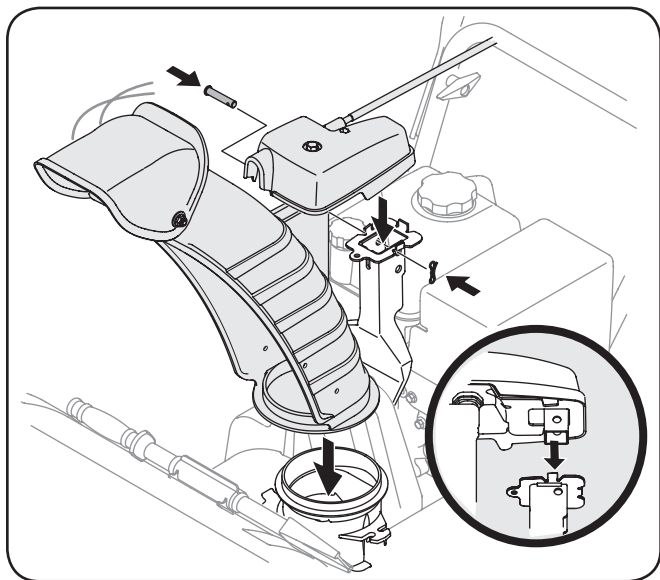

Figura 3-5
3. Lugar en la tolva de base y garantizar la varilla hexagonal está situado bajo el asa del panel. La cabeza seguro control del canal de soporte de soporte del canal con el pasador de horquilla y pajarita pasador extraído en el paso 1. Vea la Figura 3-5.